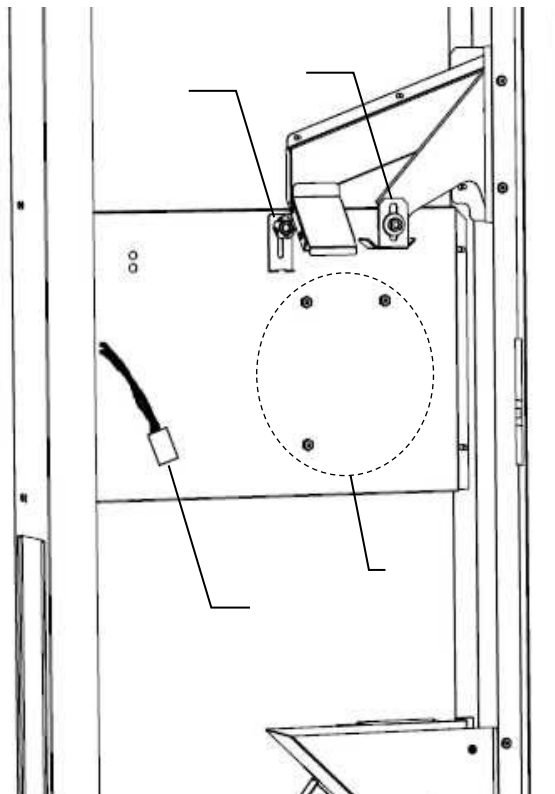

Figura 4.1
- agganciare la gettoniera, facendo combaciare i 3 fori posteriori di quest'ultima con i 3 supporti posti sulla piastra di fissaggio, (Figura 4.1 /1);
- Collegare il cablaggio della monetiera al cablaggio adattatore proveniente dalla scheda (Figura 4.1 /2);
- Regolare la posizione della leva di resa resto svitando l'apposita vite (Figura 4.1 /4)
- Bloccare la monetiera utilizzando l'apposita staffa (Figura 4.1 /3);